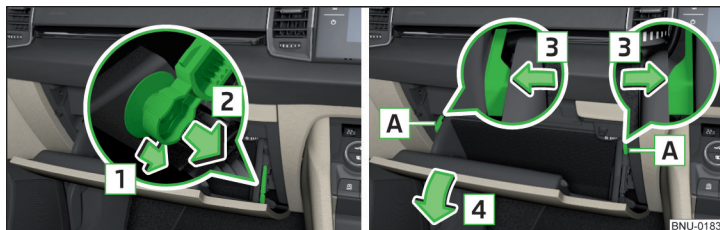

Fig. 333 Compartmento guardaobjetos en el lado del acompañante
- Desbloquear la barra de freno en el sentido de la flecha **1** y soltarla en el sentido de la flecha **2** » fig. 333.